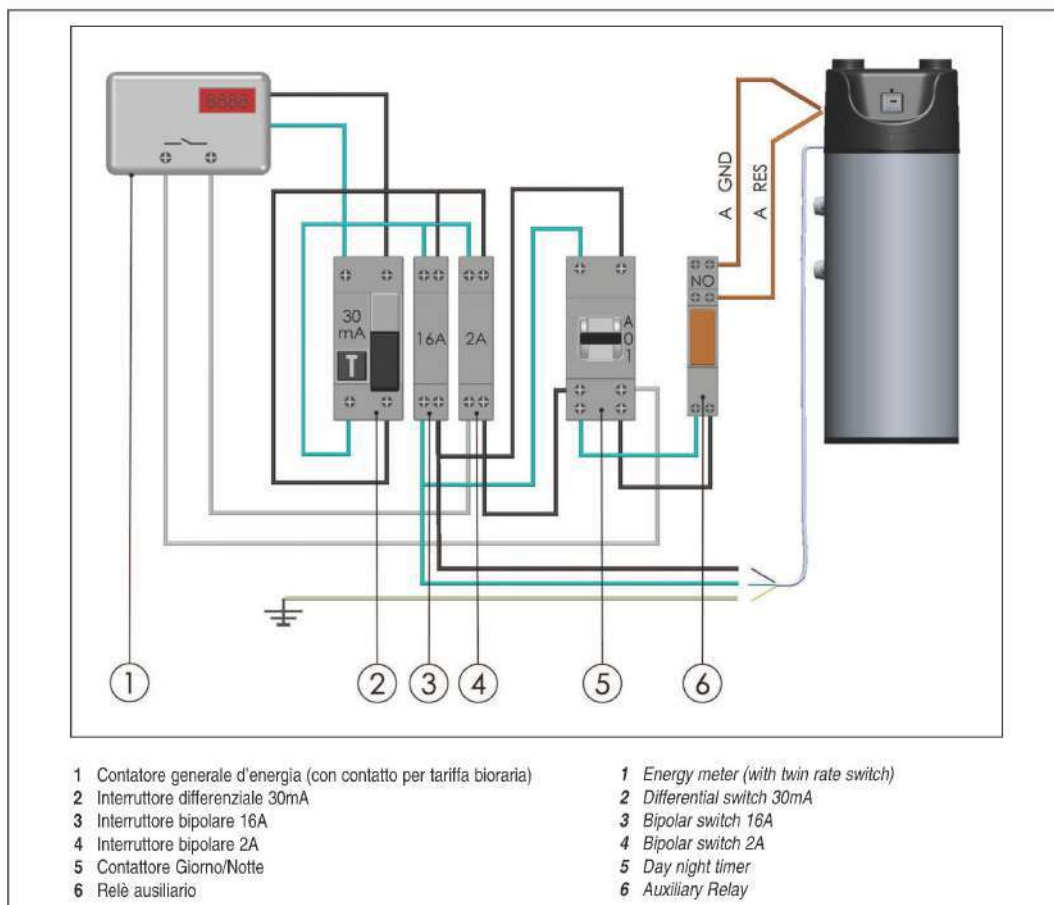

fig. 15
FUNZIONE ON/OFF PER ATTIVAZIONE RESISTENZA DA CONTATTO ESTERNO (fig. 15)
Nello schema esemplificativo (fig. 15), il Contattore Giorno/Notte (5), riceve l'informazione circa la convenienza della tariffa, direttamente dal Contatore Generale d'energia (1), e tramite il Relè (6) agisce sul contatto **RES-GND** presente su scheda.
REMOTE ON OFF FUNCTION FOR ELECTRICAL HEATER (fig. 15)
In the illustrative diagram (fig. 15), the Day / Night Contactor (5) receives the information about the convenience of the tariff, directly from the General Energy Meter (1), and through the Relay (6) it acts on the **RES-GND** contact. present on the board.